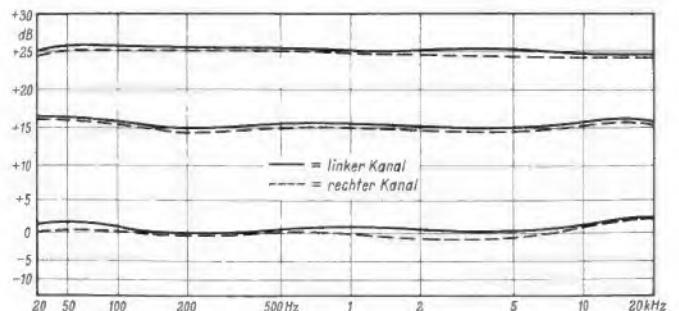

Bild 5. Frequenzgang des Stereoverstärkers bei verschiedenen Stellungen des Lautstärkeinstellers
Beim Gerät U 702 ist das Ergebnis, daß man u. U. eine unbrauchbare Röhre tauschen muß und daß ein Vordruck aller Skalenstriche durch die Lieferfirma des Anzeigeinstrumentes wegen der großen Abweichungen (z. T. größer als 3 dB) nicht möglich ist (die Skala enthält deshalb nur die Marken ∞ und + 5 dB sowie die Beschriftung). Die in Bild 5 wiedergegebene Skala gilt also nur für eine spezielle Röhre. Um für Ein-
Den Frequenzgang bei konstanter Eingangsspannung und verschiedenen Stellungen des Lautstärke-Einstellers zeigt Bild 5.
9. Pegelunterschied zwischen beiden Kanälen bei voll geöffnetem Lautstärke-Einsteller (siehe auch Bild 5)  $\leq 1 \text{ dB}$